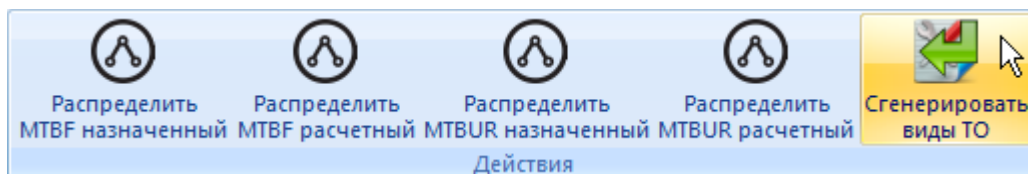

Рис. 12-17 – Панель «Действия» вкладки «Массовые операции» в окне «Логистическая структура»
- 2) Нажать кнопку «Сгенерировать виды ТО» панели «Действия» на вкладке «Массовые операции» (рис. 12-17).